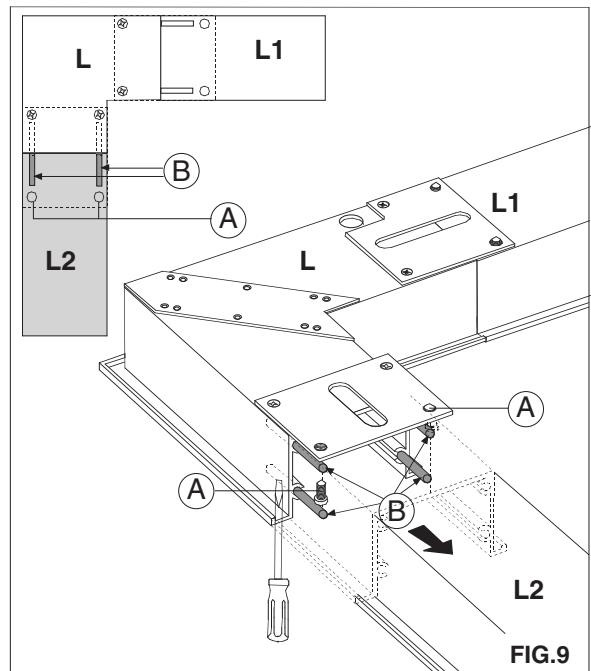

FIG.9
- Inserire il 2°modulo lineare L2 nel controsoffitto e procedere per il fissaggio con modulo L come per modulo L1.**FIG.9**